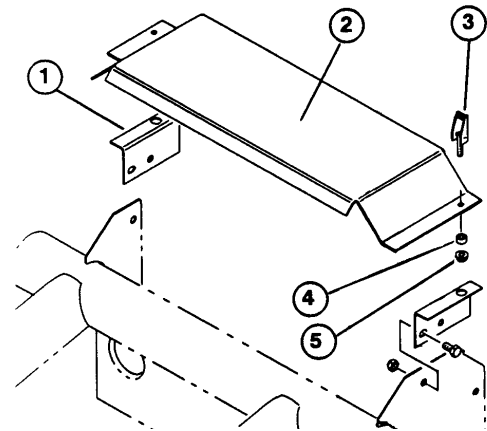

Fig. 1
4. Sæt en udbulingslås ind i hvert monteringshul på kølerdækslet som vist på Fig. 1. Fastgør låsene i hver side med en gummiring og plastmøtrik.